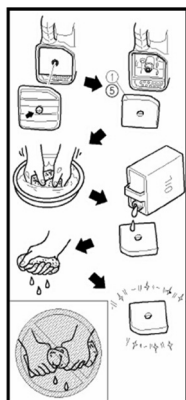

Fig. 1
1. Deschideți capacul de la filtrul de aer (Fig. 1 pt. modelele KSB 21i, KSB 35i; Fig. 1, 2 pt. modelele KSB 21i S, KSB 31iE S).